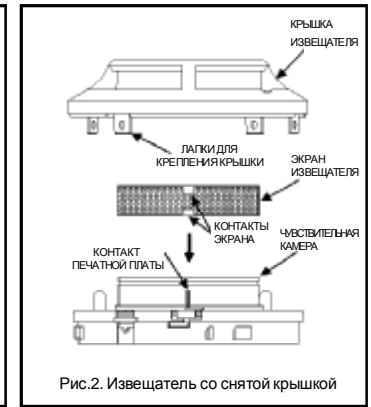

Рис.2. Извещатель со снятой крышкой
2. Снимите крышку извещателя, для чего при помощи маленькой отвертки с плоским шлицем осторожно ослабьте каждую из четырех лапок, которые удерживают крышку на своем месте (Рис. 2).
6. Установите на место экран извещателя, соблюдая ориентацию его контактов относительно контактов печатной платы (Рис. 2). Убедитесь в том, что экран вошел до упора в соответствующие контакты печатной платы.
Извещатель 1151EIS содержит изотоп америция-241, помещенный в герметичный контейнер, установленный внутри чувствительной камеры. **Запрещается разбирать чувствительную камеру (см. рис. 2) или производить механическое воздействие на нее, не допускается разгерметизация контейнера с изотопом америция-241.**